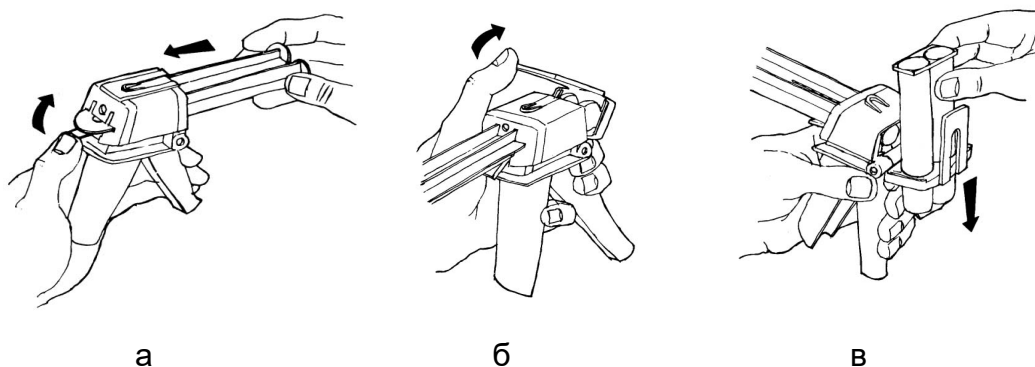

Рисунок 2.1. Сборка и подготовка к работе ручного дозатора.
1. Вставить сменный плунжер 2:1 в ручной дозатор, для чего нажать на металлический фиксатор и продвинуть плунжер до упора (рис. 2.1а).
2. Поднять пластиковый зажим (рис. 2.1б) и установить картридж с эпоксидным клеем в ручной дозатор (рис. 2.1в).